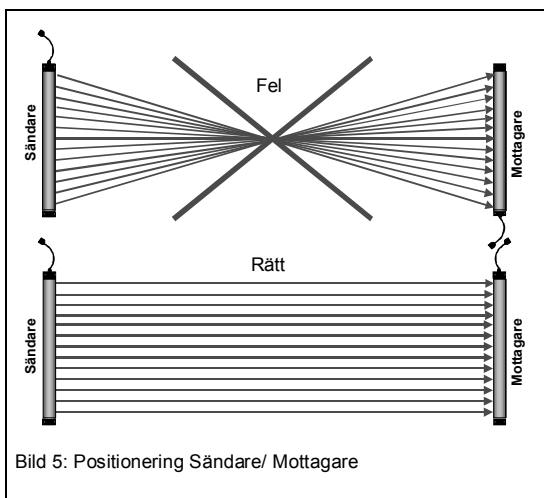

Bild 5: Positionering Sändare/ Mottagare
- sändarlisten inte monteras 180° vriden mot mottagarlisten. Dvs, optolisternas anslutningskabel **måste** föras bort uppåt (Bild 5).